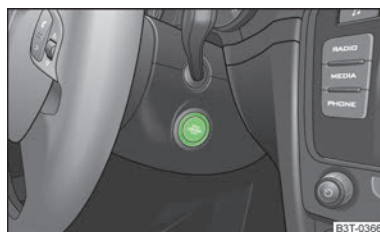

Fig. 114
- Parar el motor o desconectar el encendido pulsando el botón de arranque » fig. 114.
➤ Pulsar brevemente el botón de arranque » fig. 114 de la página 110, se conectará el encendido.
➤ Pulsar brevemente el botón de arranque » fig. 114 de la página 110, se desconectará el encendido.
➤ Pulsar el botón de arranque » fig. 114 de la página 110 durante más de 1 segundo o dos veces en el plazo de 1 segundo.
➤ Mantener el botón de arranque » fig. 114 de la página 110 pulsado hasta que el motor arranque.
- Pulsando el botón de arranque » fig. 114 de la página 110 parar el motor, al mismo tiempo se desconecta el encendido.